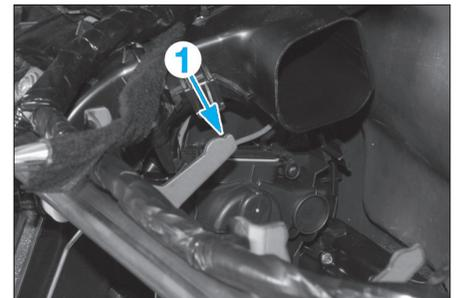

Fig. 24
- Dégrafer puis débrancher le connecteur (1) du motoventilateur (Fig.24).